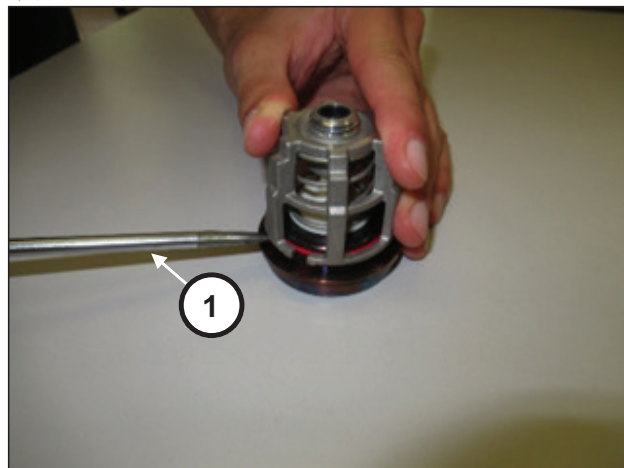

图 114
使用简单的工具（位置①，图 114）撬动吸入阀组和排出阀组来拆卸它们。